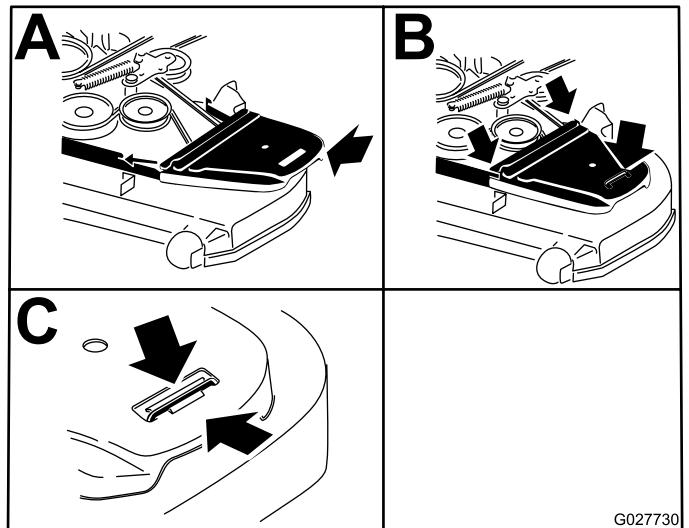

Figura 99
12. Instale las cubiertas de la correa (Figura 99).